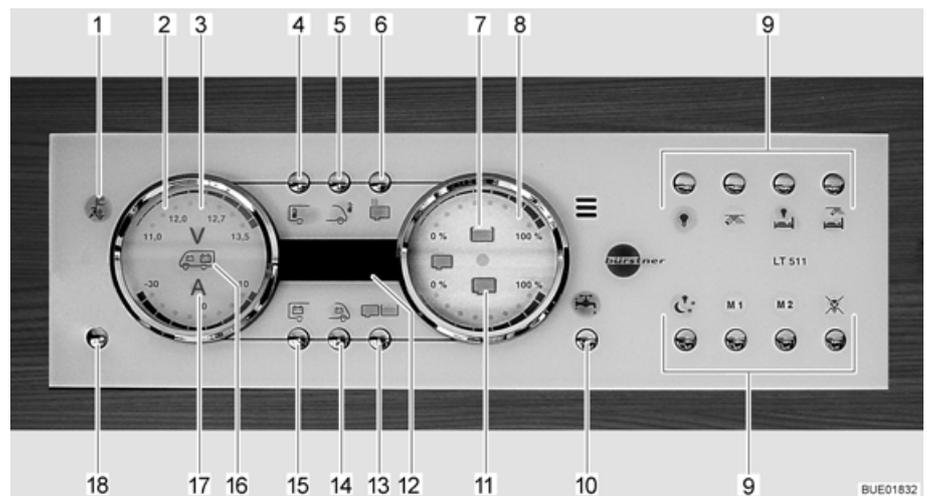

Bild 139 Panel LT 511
Die 230-V-Kontroll-Leuchte (Bild 139,1) leuchtet, wenn am Eingang des Elektroblocs Netzspannung vorhanden ist.
Der 12-V-Hauptschalter (Bild 139,18) schaltet das Panel und die 12-V-Versorgung des Wohnraums ein und aus.
Einschalten: ■ Taste 12-V-Versorgung (Bild 139,18) kurz drücken. Die 12-V-Versorgung des Wohnraums ist eingeschaltet. Die Kontroll-Anzeige "12 V" leuchtet.
▷ Wenn nach dem Einschalten die LED "11,0" der Voltanzeige sowie das Symbol Volt "V" (Bild 139,3) im Anzeigeelement Batterien (Bild 139,2) blinken, dann ist die Spannung der Wohnraumbatterie zu gering. Batterie laden.
▷ Wenn nach dem Einschalten die Kontroll-Anzeige "12 V" und das Symbol Volt "V" (Bild 139,3) dreimal blinken, dann ist die Batterietrennung aktiviert. Batterietrennung deaktivieren.
Ausschalten: ■ Taste 12-V-Versorgung (Bild 139,18) kurz drücken. Die 12-V-Versorgung des Wohnraums ist ausgeschaltet. Die Kontroll-Anzeige "12-V-Versorgung" erlischt.
■ Taste Wohnraumbatterie (Bild 139,15) drücken und ca. 10 Sekunden lang gedrückt halten. Das Symbol Volt "V" (Bild 139,3) und die Kontroll-Anzeige "12 V" blinken dreimal. Die Wohnraumbatterie ist vom 12-V-Bordnetz getrennt.
■ Taste 12-V-Versorgung (Bild 139,18) drücken und ca. 5 Sekunden lang gedrückt halten. Das Symbol Volt "V" (Bild 139,3) und die Kontroll-Anzeige "12 V" blinken dreimal. Die Wohnraumbatterie ist mit dem 12-V-Bordnetz verbunden. Die Kontroll-Anzeige leuchtet nach ca. 5 Sekunden.
- Taste Wohnraumbatterie (Bild 139,15) drücken. Das Symbol Volt "V" (Bild 139,3) leuchtet. Das Symbol Ampere "A" (Bild 139,17) leuchtet je nach Ladung oder Entladung weiß bzw. rot. Die Batteriespannung und der Strom der Wohnraumbatterie werden über die LEDs im Anzeigeeinstrument angezeigt.
- Taste Starterbatterie (Bild 139,14) drücken. Das Symbol Volt "V" (Bild 139,3) leuchtet. Die Batteriespannung der Starterbatterie wird über die LEDs im Anzeigeeinstrument angezeigt.
Anzeigen: ■ Taste Tanks (Bild 139,13) drücken. Die Symbole Wassertank (Bild 139,7) und Abwassertank (Bild 139,11) leuchten. Die Füllstände des Wassertanks (obere Skala) und des Abwassertanks (untere Skala) werden über die LEDs im Anzeigeeinstrument angezeigt.
Das Symbol Wassertank (Bild 139,7) oder das Symbol Abwassertank (Bild 139,11) blinkt, wenn der Wassertank leer oder der Abwassertank voll ist.
Über die Digitalanzeige (Bild 139,12) lassen sich die Innentemperatur und die Außentemperatur anzeigen.